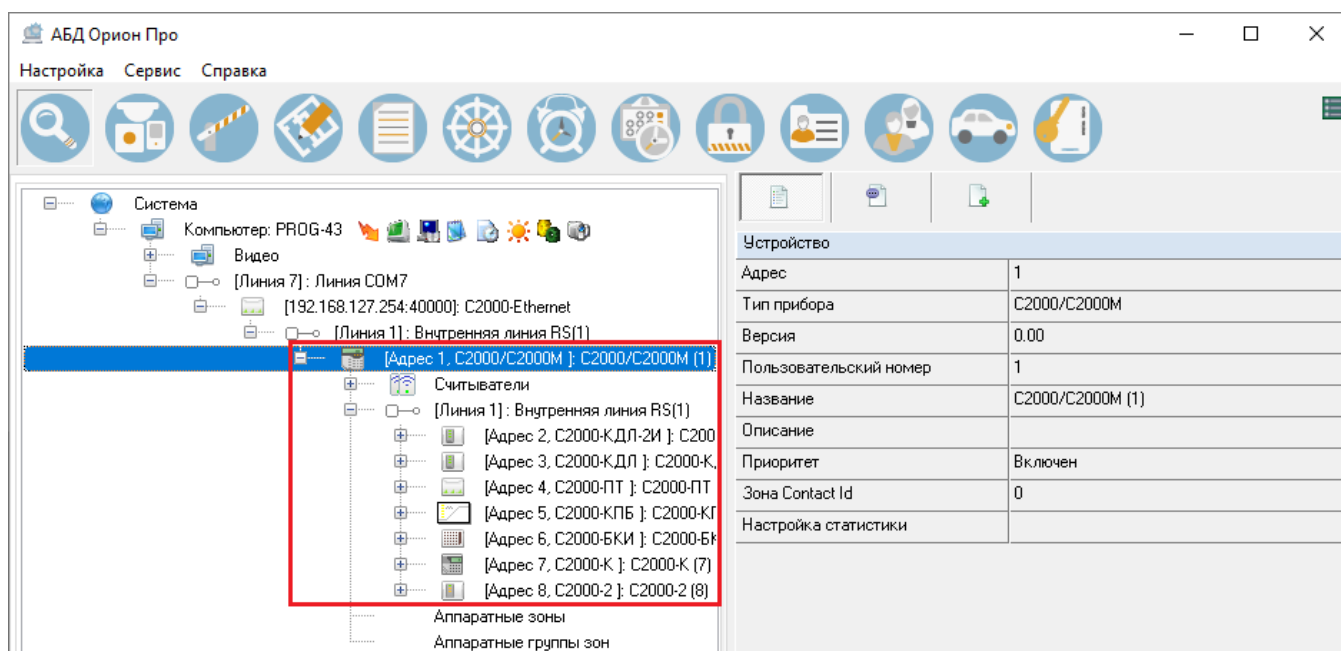

Рисунок 6-85 Пульт C2000M и его дочерние элементы, перенесенные на внутреннюю линию прибора C2000-Ethernet
- Все приборы, которые были на преобразуемой линии, а также их взаимосвязи с дочерними элементами, будут перенесены на внутреннюю линию прибора C2000-Ethernet (см. Рисунок 6-85).